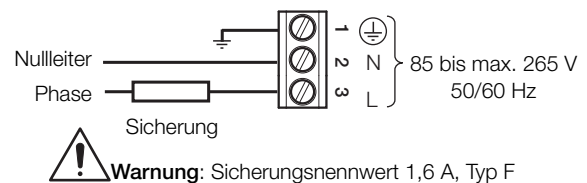

Abb. 4.1 Spannungsversorgungsanschlüsse
- Da der Messumformer nicht mit einem Schalter ausgestattet ist, muss bei der Endmontage gemäß den örtlichen Sicherheitsstandards eine Trennvorrichtung, z. B. ein Trennschalter, installiert werden. Diese Trennvorrichtung muss in unmittelbarer Nähe des Geräts und in Reichweite des Bedieners angebracht werden. Außerdem muss sie als Trennvorrichtung für den Messumformer deutlich gekennzeichnet sein – siehe Abb. 4.1.